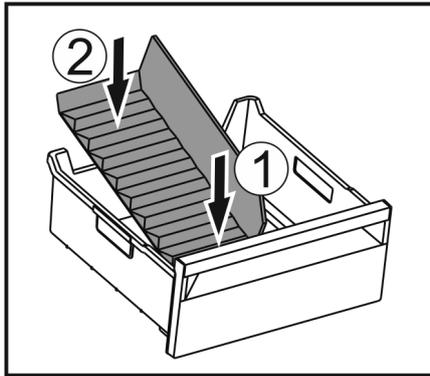

Fig. 75
- ▶ Vorderen Teil des Eisfach-Trenners einsetzen. Fig. 75 (1)
- ▶ Hinteren Teil des Eisfach-Trenners bis zum Schubfachboden absenken. Fig. 75 (2)